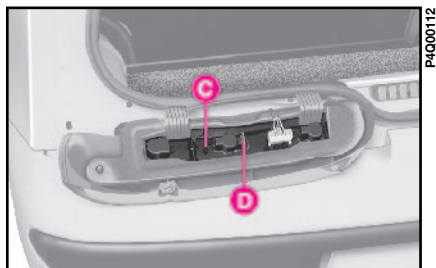

fig. 26
2) extraire le porte-lampe **C**- fig. 26 en le décrochant du levier **D**;